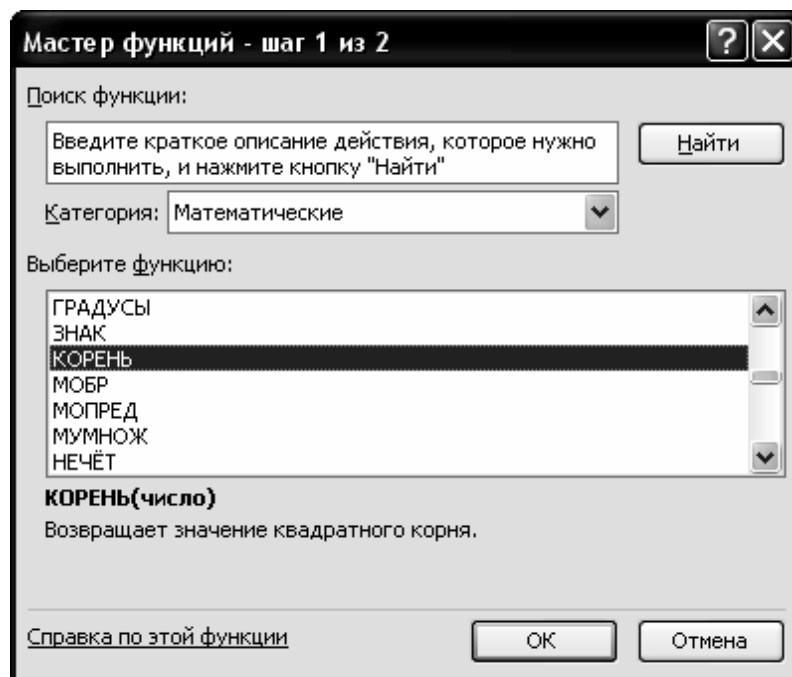
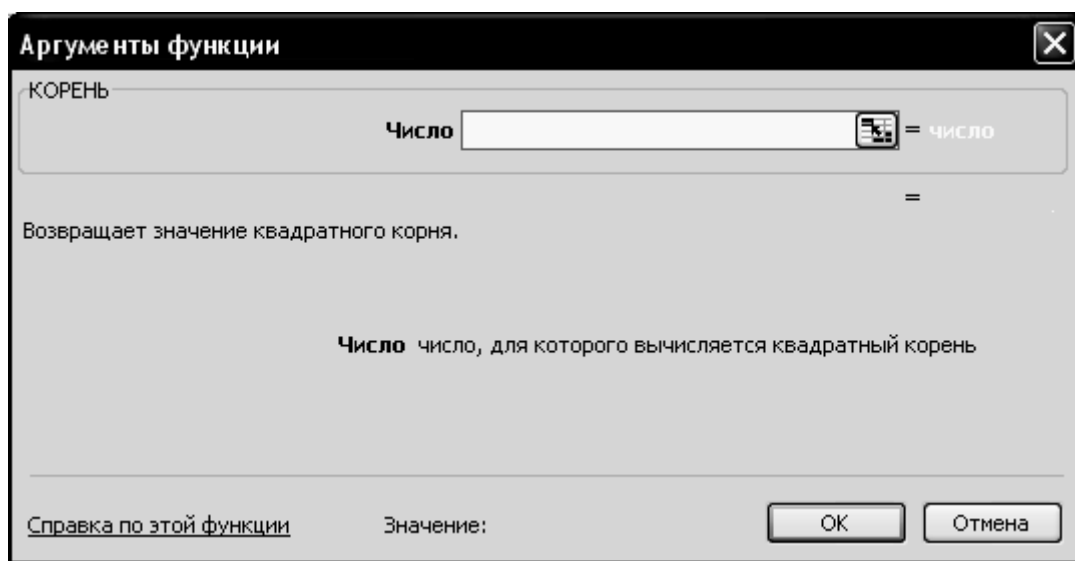

Рисунок 3 – Окно «Мастер функций»
Рисунок 4 – Ввод аргумента функции
4. Формулы могут включать обращение к одной или нескольким функциям. Для этого в процессе набора формулы необходимо нажать на кнопку  (вставка функции). Далее в окне «Мастер функции» выбирается категория функции и непосредственно функция из предлагаемых списков (рис. 3). После этого осуществляется ввод аргумента (или аргументов) функции (рис. 4). В качестве аргумента функции может выступать адрес ячейки. Перед вводом аргумента необходимо внимательно изучить описание синтаксиса функции.